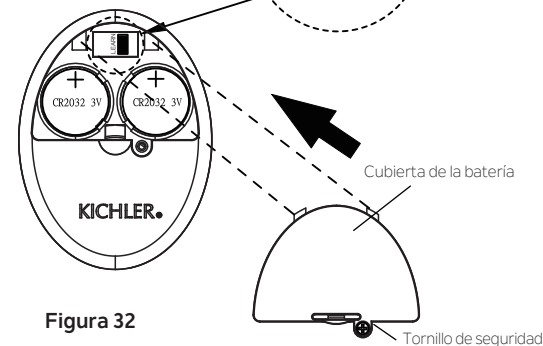

Figura 32
**Paso 2.** Restaure la alimentación al circuito derivado del ventilador de techo en el disyuntor o en la caja de fusibles. Dentro de los 30 segundos posteriores a la restauración de la alimentación, mantenga presionado el botón APRENDER en la parte posterior del transmisor (Figura 32) durante 3 segundos. La luz del ventilador (si está instalada) parpadeará dos veces y el ventilador se encenderá en baja velocidad. Esto confirma que el proceso de emparejamiento ha terminado. El transmisor ahora estará emparejado con su ventilador y estará listo para usarse.